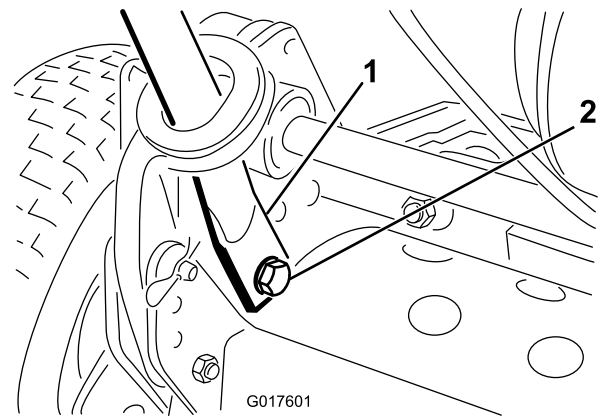

Bild 3
4. Drücken Sie die Holmenden nach innen und bauen Sie sie in die Befestigungsstifte ein (Bild 3).
5. Befestigen Sie die Holmenden mit den vorher entfernten Schrauben, Scheiben und Sicherungsscheiben an den Befestigungsstiften (Bild 3).
6. Befestigen Sie die Holmarme mit den vorher entfernten Splints und Ringstiften hinten am Rahmen (Bild 3).